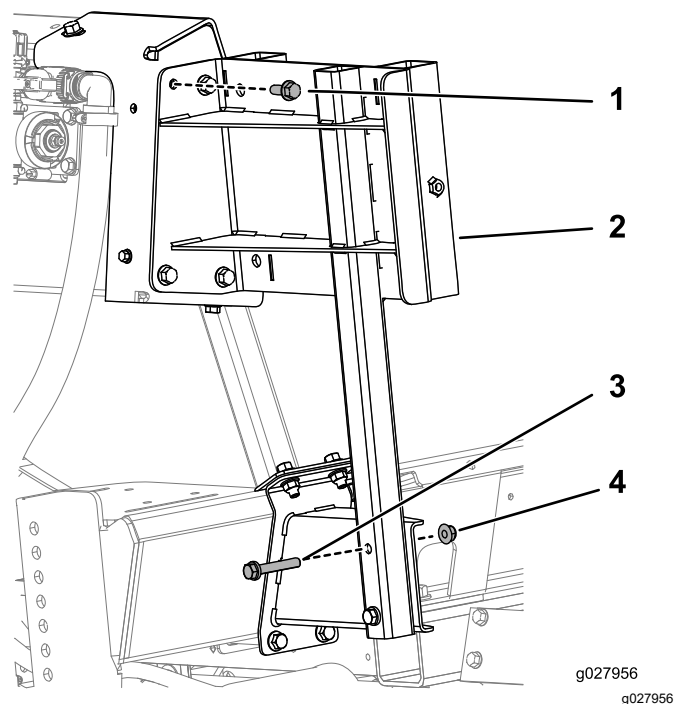

Figura 13
5. Fissate la staffa di supporto del piano del cilindro alle staffe superiore e inferiore servendovi di 4 bulloni (3/8-16 x 1"), 2 bulloni (3/8-16 x 2 1/4") e 6 dadi flangiati (3/8-16") come illustrato nella Figura 13.